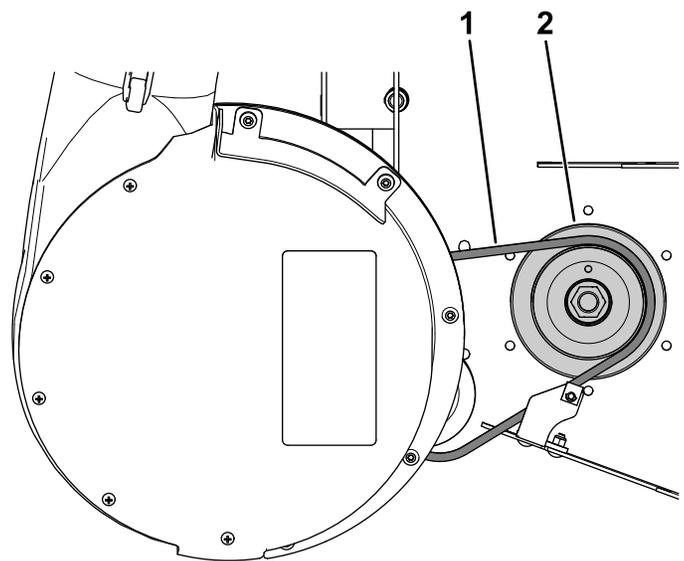

Figure 60
- Retirez la courroie de ventilateur existante (Figure 60 et Figure 61).